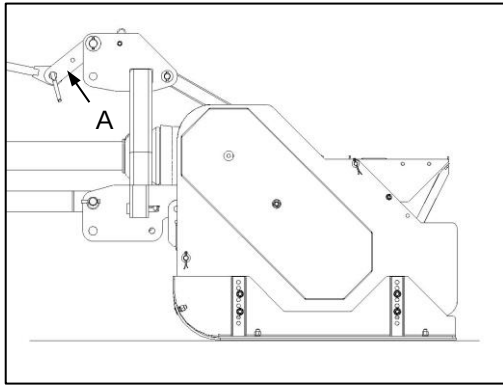
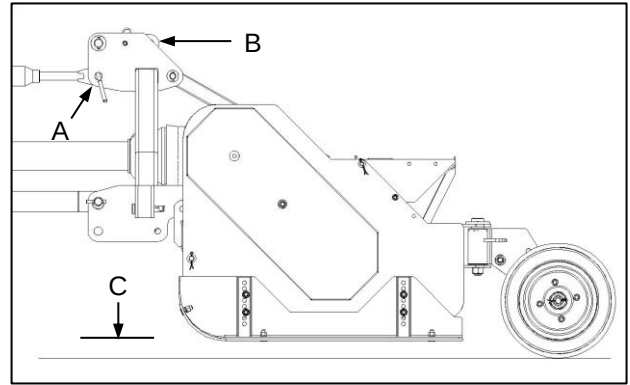
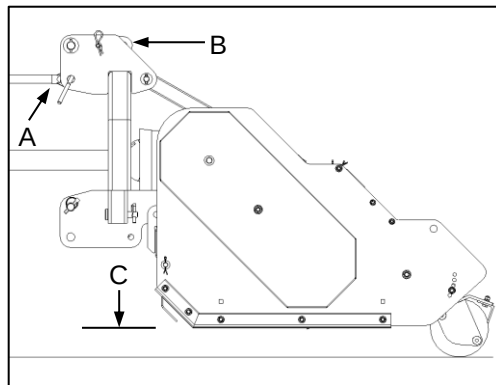

Fig. 1
Fig. 2
Fig. 3
- the height-adjustable side panels and skids (Fig. 1)
- the articulated, adjustable rear wheel sets (Fig. 2)
- the height-adjustable rear roller (Fig. 3)
- die hoogteverstelbare sypanele en glystukke (Fig. 1)
- die geartikuleerde, verstelbare agterwielstelle (Fig. 2)
- die hoogteverstelbare agterste roller (Fig. 3)
- Note that, regardless of the chosen attachment configuration (Fig. 1 / Fig. 2 / Fig. 3) above, this implement must NEVER be operated in reverse. This includes any attempt to reverse when the implement is in contact with the ground. Failure to observe this requirement will result in structural and mechanical failure not covered under warranty.
- Let daarop dat ongeag die gekose hegstukkonfigurasie (Fig. 1 / Fig. 2 / Fig. 3 bo), hierdie implement NOOIT in trurat bedryf moet word nie. Dit sluit enige poging in om agteruit te stoot terwyl die implement in kontak met die grond is. Versuim om hierdie vereiste na te kom sal tot strukturele en meganiese onklaarraking lei wat nie onder waarborg gedek word nie.
Use of the adjustable side panels with skids requires the use of the break link (Fig. 1-A) provided on the implement hitch frame for attachment of the tractor top link.
Use of the articulated rear wheel sets requires the tractor top link to be attached DIRECTLY to the implement hitch frame clevis (Fig. 2-A), while the break link may be stowed in the position shown (Fig. 2-B).
- ✓ Adjust the tractor 3-point hitch top link to level the implement in relation to ground level (Fig. 2-C).
Gebruik van die verstelbare sypanele met glystukke vereis die gebruik van die knakskakel (Fig. 1-A) op die implementhaakraam vir die aanheg van die trekker-boskakeel.
Gebruik van die geartikuleerde agterwielstelle vereis dat die trekker-boskakeel DIREK aan die implementhaakraamvurk (Fig. 2-A) gekoppel word, terwyl die breekkakeel in die aangetoonde posisie (Fig. 2-B) gestoor kan word.
- ✓ Verstel die trekker se 3-punt-haak-boskakeel só dat die implement parallel met die grond is (Fig. 2-C).
The use of the adjustable rear roller requires the tractor's top link to be attached DIRECTLY to the implement hitch frame clevis (Fig. 3-A), while the break link may be stored in the position shown (Fig. 3-B).
- ✔ Adjust the tractor 3-point hitch top link (Fig. 3-A) to level the implement in relation to ground level (Fig. 3-C).
Die gebruik van die verstelbare agterste roller vereis dat die trekker se boskabel DIREK aan die implement se haakraamvurk (Fig. 3-A) gekoppel word, terwyl die breekkabel in die aangeduide posisie gestoor kan word (Fig. 3-B).
- ✔ Verstel die 3-punt-haak se boonste koppelstuk (Fig. 3-A) om die implement gelyk met die grondvlak te maak (Fig. 3-C).